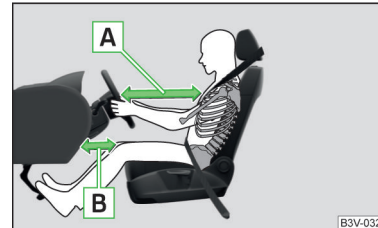

Abb. 22
■ Für den Fahrer und Beifahrer ist es wichtig, einen Abstand von mindestens 25 cm zum Lenkrad bzw. zur Schalttafel einzuhalten » Abb. 22 - **A**. Wenn Sie diesen Abstand nicht einhalten, kann Sie das Airbag-System nicht schützen - Lebensgefahr! Die Vordersitze und die Kopfstützen müssen immer der Körpergröße entsprechend richtig eingestellt sein.
- Den Fahrersitz in Längsrichtung so einstellen, dass der Abstand der Beine zur Schalttafel im Bereich des Knieairbags mindestens 6 cm beträgt » Abb. 22 - B. Falls es aus Gründen der Körpergröße nicht möglich sein sollte, diese Bedingung zu erfüllen, dann ist ein Fachbetrieb aufzusuchen.